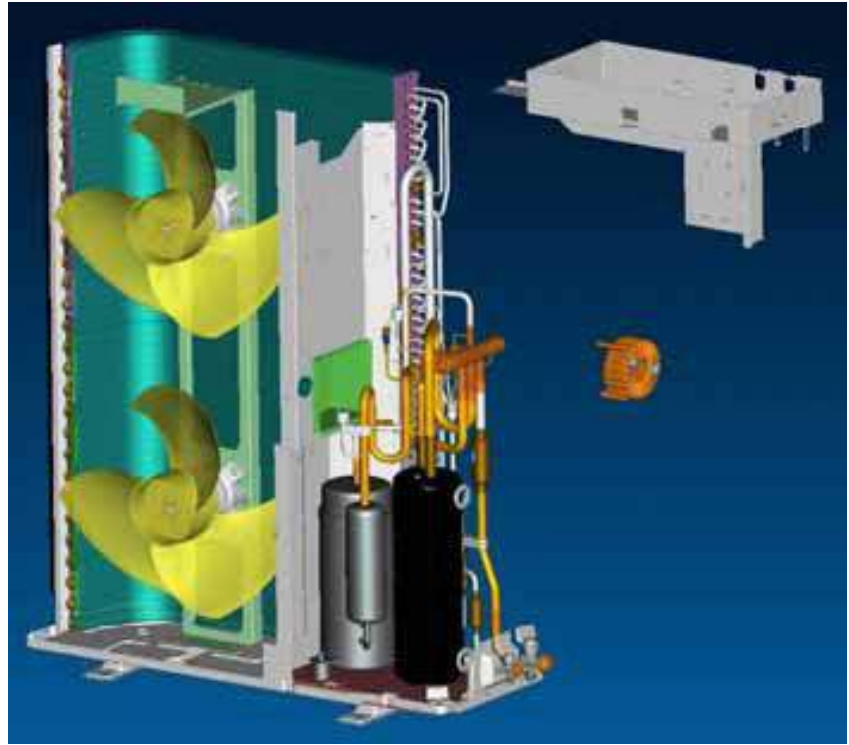

Рис.7
-Открутите два шурупа и снимите электрический блок (см.рис.7)